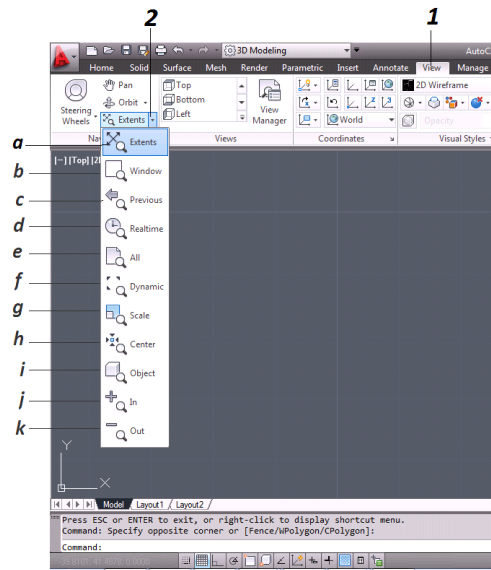

Figura 3.13 Barra Zoom
Contiene los comandos para visualizar el proyecto, se ingresa el shortcut Z al dar enter nos aparecerán varias opciones en la barra de comandos, los cuales se eligieran dependiendo de la necesidad. Otra forma es dando clic en la pestaña Ver [View] (*figura 3.13 "I"*), después se da
clic sobre la pestaña que dice Extender [*Extent*] (*figura 3.13 “2”*), el cual se localiza en la Cinta Navegar [*Navigate*].
- a. **Extensión (Extent):** Se escribe E y se pulsa enter, para visualizar todo el proyecto (*figura 3.13*).
- b. **Ventana (Window):** Se escribe V (W) y enter; aquí se insertan las coordenadas requeridas, estas se ingresan en diagonal y lo que este dentro de la pantalla será lo que se visualice (*figura 3.13*).
- c. **Anterior (previous):** Se escribe P y enter; se regresa a la vista anterior, esta se puede regresar hasta 8 vistas anteriores (*figura 3.13*).
- d. **Tiempo Real (Real Time):** Se elige directo del menú view, con esta opción las entidades se alejan o se acercan a medida que el puntero se haga hacia arriba (acerca) o hacia abajo (aleja) (*figura 3.13*).
- e. **Todo (All):** se escribe T (A) y enter; se vizualiza todo el proyecto, excepto cuando este es menor a los limites por defecto, AutoCAD nos indicara el área de los limites (*figura 3.13*).
- f. **Dinámico (Dynamic):** Se escribe D y enter, con esta acción se visualiza todo el dibujo, se muestra un recuadro con una X, si se da clic cambia la X por una flecha y se cambiara el tamaño del recuadro, se elige la ventana deseada y enter (*figura 3.13*).
- g. **Escala (Scale):** Se escribe ES (S) y enter; para esta acción aparecen dos opciones, un valor seguido de la letra X que son unidades respecto a la vista actual., un valor seguido de XP que representa unidades en la vista espacio papel; después se ingresa un valor y enter para terminar el comando (*figura 3.13*).
- h. **Centro (Center):** Se escribe C y enter, aquí el programa nos pide una coordenada ya sea implícita o explicita, la cual será el centro de la visualización, enseguida se pide un valor que si es mayor se aleja y si es menor se acerca (*figura 3.13*).
- i. **Objeto (Objeto):** Se escribe O y enter, aquí nos indica que seleccionemos un objeto, se da enter para visualizar lo que se eligió en toda la ventana (*figura 3.13*).
- j. **Acercar (In):** Se encuentra en el menú de View, al dar clic se hace un zoom Acercamiento pero hacia un punto indefinido (*figura 3.13*).
- k. **Alejar (Out):** Se encuentra en el menú de View, al dar clic se hace un zoom Alejado pero hacia un punto indefinido (*figura 3.13*).